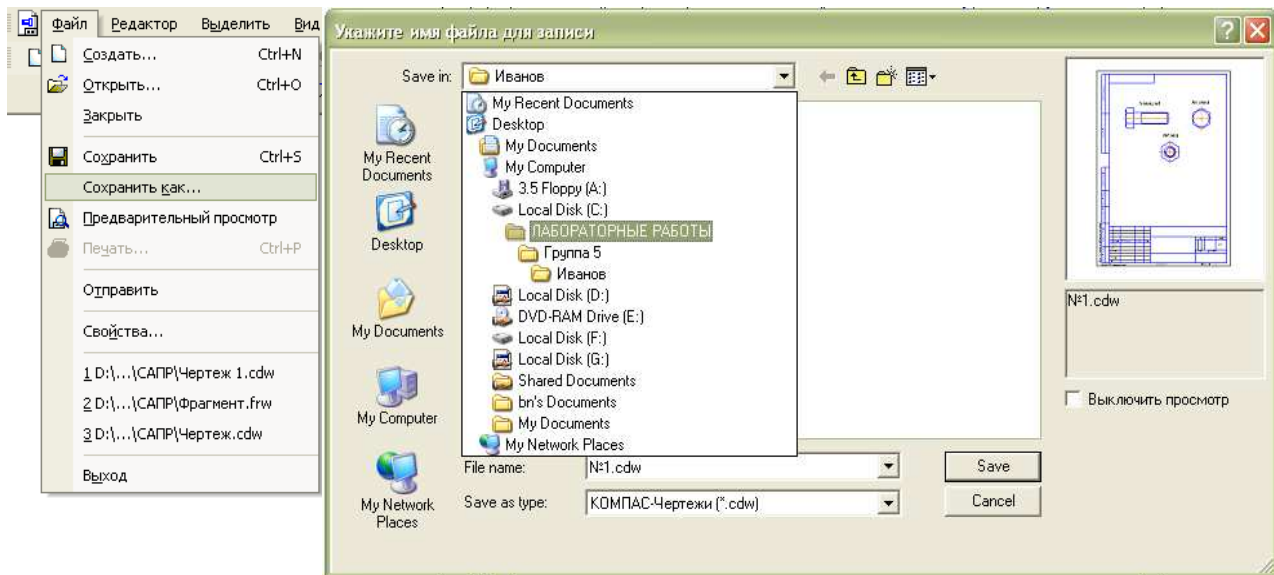

Рис. 17 – Схема збереження виконаних результатів
4. *Збереження виконаних результатів.* Для збереження виконаної роботи треба натиснути піктограму  на Стандартній панелі або здійснити операції за рис.17. На зазначеному викладачем диску і у створеній папці «АПЕЛС» знайдіть папку «ЛАБРАТОРНЫЕ РАБОТЫ» в якій необхідно створити папку із своїм прізвищем, наприклад «Иванов». У цій папці необхідно зберігати створені документи під назвами «№1» або «Фрагмент №1» - для лабораторної роботи №1 і т.д.